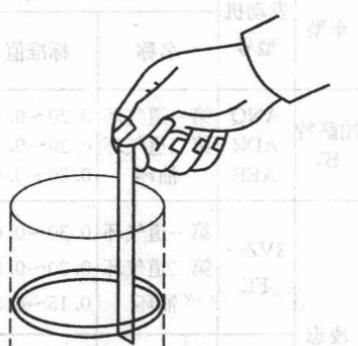

图 1-2 测量活塞环开口间隙
①活塞环开口间隙的检查。开口间隙指活塞环放在气缸内,其开口处存在的间隙,它的作用是防止活塞环受热后卡死在气缸内。测量活塞环开口间隙如图 1-2 所示,检查开口间隙时,将活塞环平整地放入气缸内,用塞尺测量。保养换环时,将活塞环放在气缸最低的位置测量,因为此处磨损量最小。开口间隙大于规定者应另行选配;小于规定者应对环开口一端加以锉修,锉修时要注意保持环口平整,锉后环外口应去掉毛刺,以防拉缸。